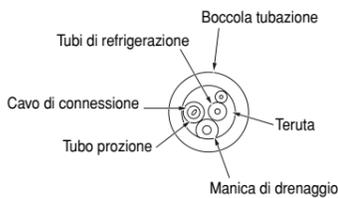

Figura 7-1
- Sistemare la parte di inserimento della parete in modo presentabile con la boccola dei tubi per il liquido refrigerante e sigillante che appartiene al gruppo di tubazioni, come illustrato nelle Figura 7-1 and 7-2.